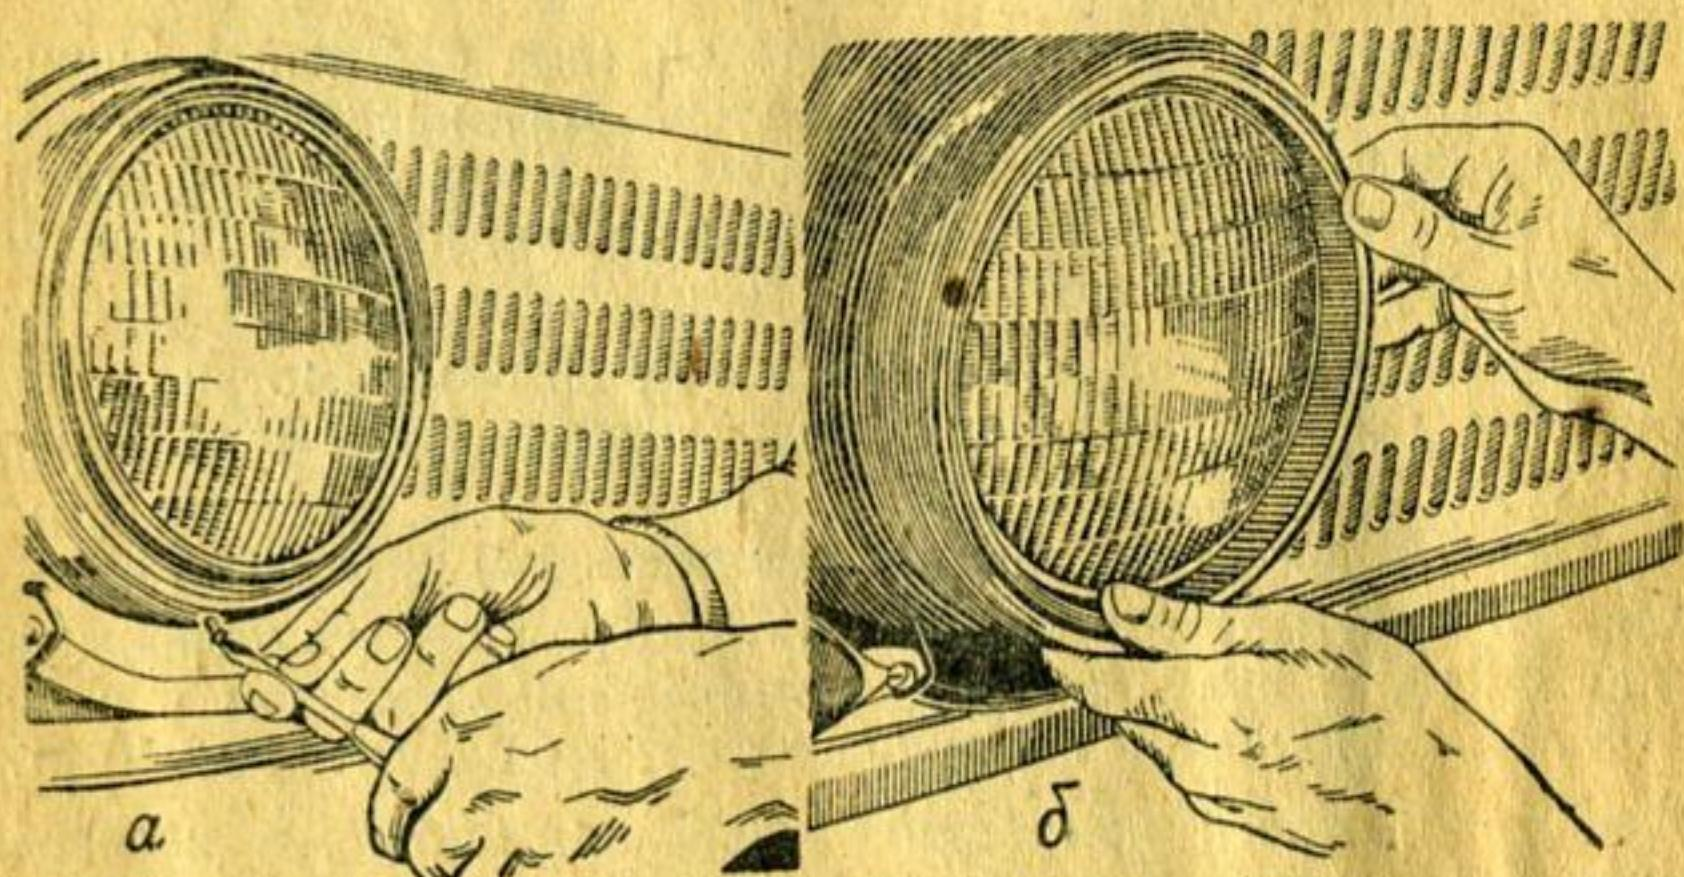

Рис. 65. Снятие декоративного ободка фары:
При необходимости замены лампы в фаре отвертывают винт крепления декоративного ободка (рис. 65) и снимают его. После
2. Отвертывают винт крепления декоративного ободка фары и снимают ободок (см. рис. 65).